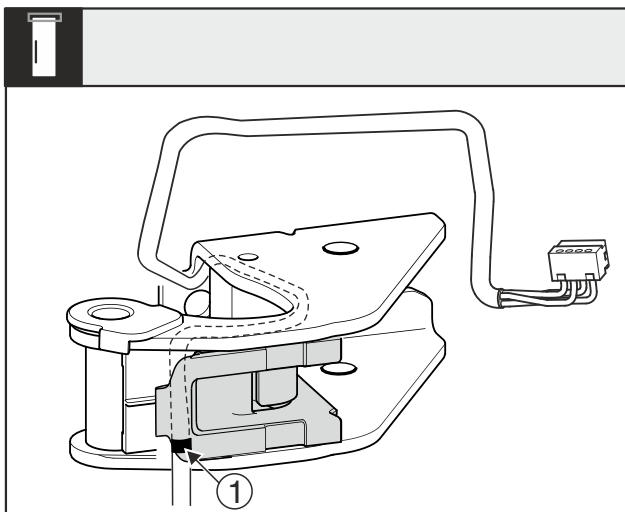

Fig. 17
- Për këtë duhet që shenja e mesit Fig. 17 (1) të ndodhet në buzën e mbajtëses së kabllos.